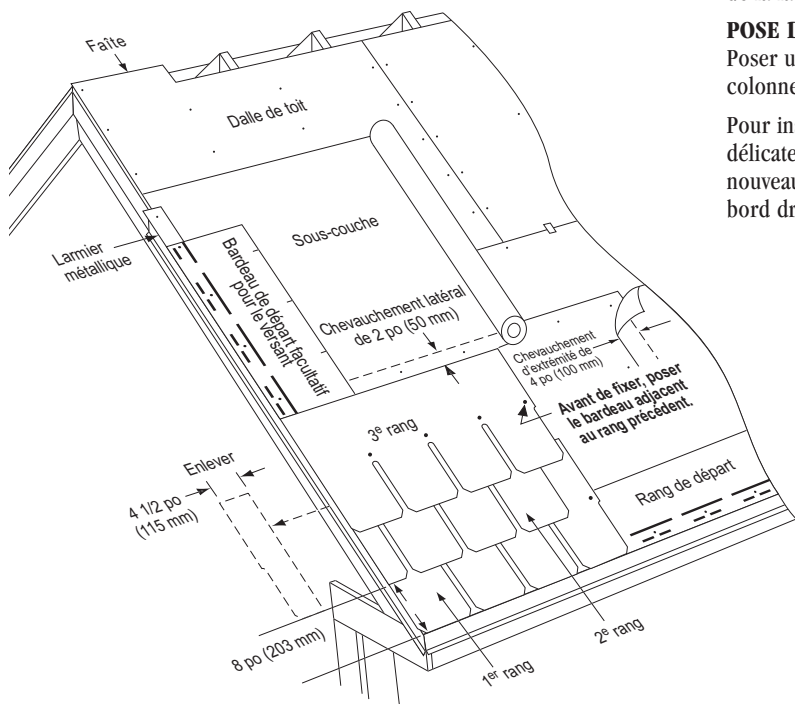

Figure 18-7 : Pose des trois premiers rangs sur une pente standard.
**PREMIER RANG :** Poser un bardeau Belmont entier sur le coin inférieur gauche du toit, à égalité avec le coin gauche du rang de départ. Fixer le bardeau à l'aide de cinq clous (voir figure 18-7).
**DEUXIÈME RANG :** Retrancher 4 1/2 po (115 mm) sur le côté gauche d'un bardeau entier et poser la pièce de 31 1/2 po (800 mm) restante sur le bord gauche du premier rang. Fixer le bardeau à l'aide de cinq clous et s'assurer une exposition de 8 po (203 mm) (voir figure 18-7).
**RANGS SUIVANTS :** Commencer le troisième rang avec un bardeau entier. Le fixer au moyen de quatre clous, en laissant l'extrémité droite non clouée pour le moment (voir figure 18-7).